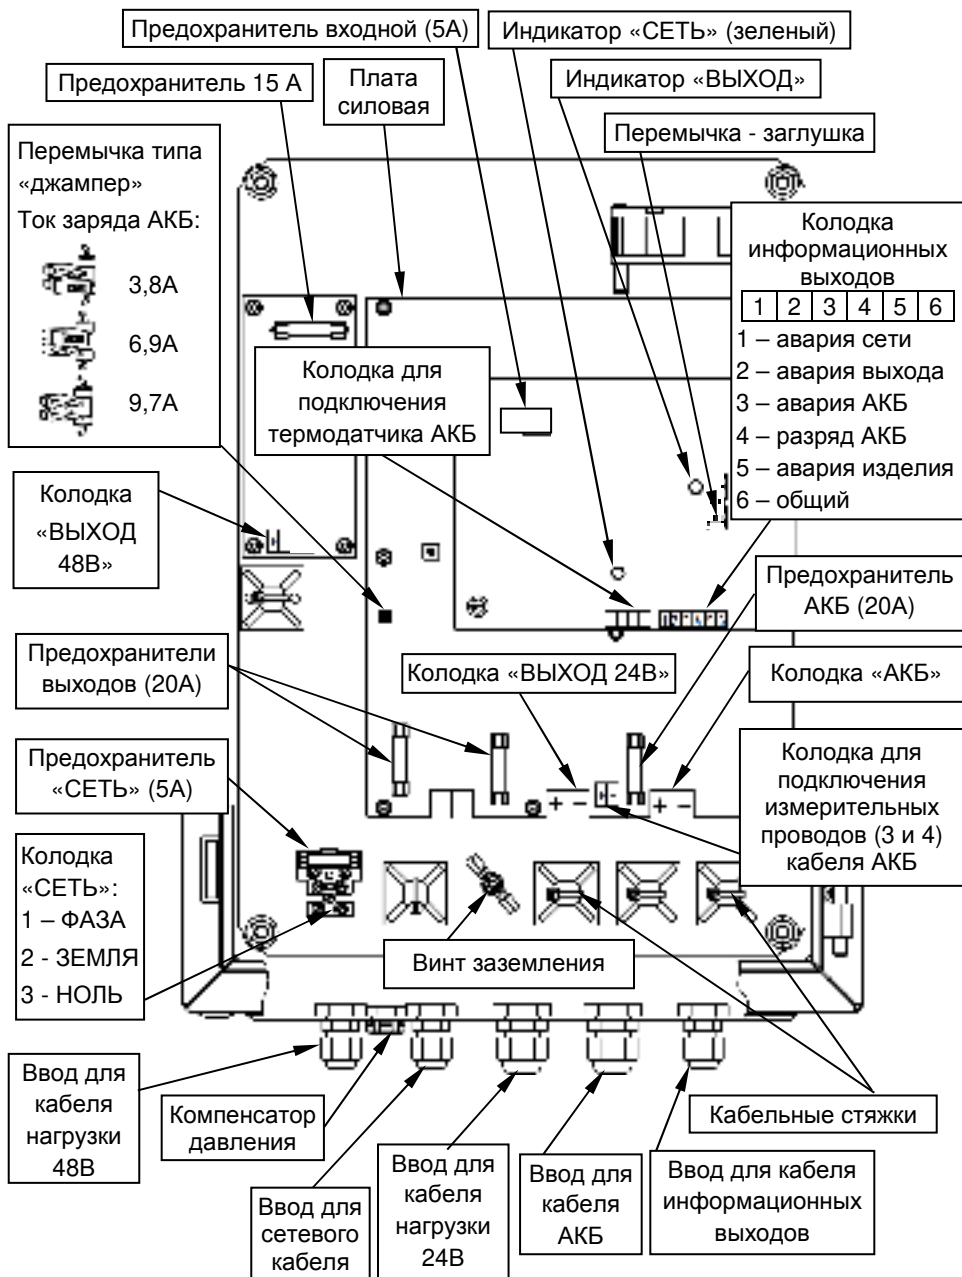

Рисунок 2 - вид изделия с открытой дверцей
Подвод проводов сетевого питания, выходной нагрузки и АКБ осуществляется через герметичные кабельные вводы, установленные на нижней стенке корпуса (см. рисунок 2). При открытой дверце осуществляется доступ к печатным платам изделия и расположенным на них предохранителям, перемычкам, клеммным колодкам и индикаторам «СЕТЬ» (зеленого цвета) и «ВЫХОД 24В» (красного цвета).
Изделие обеспечивает ограничение тока заряда АКБ. Выбор одного из трех значений ограничения тока заряда АКБ осуществляется установкой/удалением соответствующей перемычки типа «джампер» (см. рисунок 2) в соответствии с рекомендациями таблицы 2.
Схемой источника предусмотрен разъем, контакты которого замкнуты предустановленной перемычкой-заглушкой (заводская установка). Разъем расположен на плате управления (см. рисунок 2) и предназначен для подключения внешнего управляющего контакта «ВЫХОД» (например: контакт внешнего реле, кнопки или тумблера).
Подключение внешних цепей к изделию в соответствии с назначением клемм подключения (см рисунок 2) следует выполнять в следующей последовательности:
- провод заземления подключить к клемме 2 (ЗЕМЛЯ) на колодке «СЕТЬ» (см. рисунок 2);
- установить переключателями требуемое значение ограничения тока заряда АКБ (см. рисунок 2 и таблицу 2);
- проверить наличие и исправность предохранителей, расположенных на плате силовой и плате управления (см. рисунок 2);
- подключить с соблюдением полярности к клеммам колодок «ВЫХОД 24В» и «ВЫХОД 48В» кабели питания нагрузок (см. рисунок 2);
- зафиксировать подключенные к изделию кабели кабельными стяжками (см. рисунок 2);